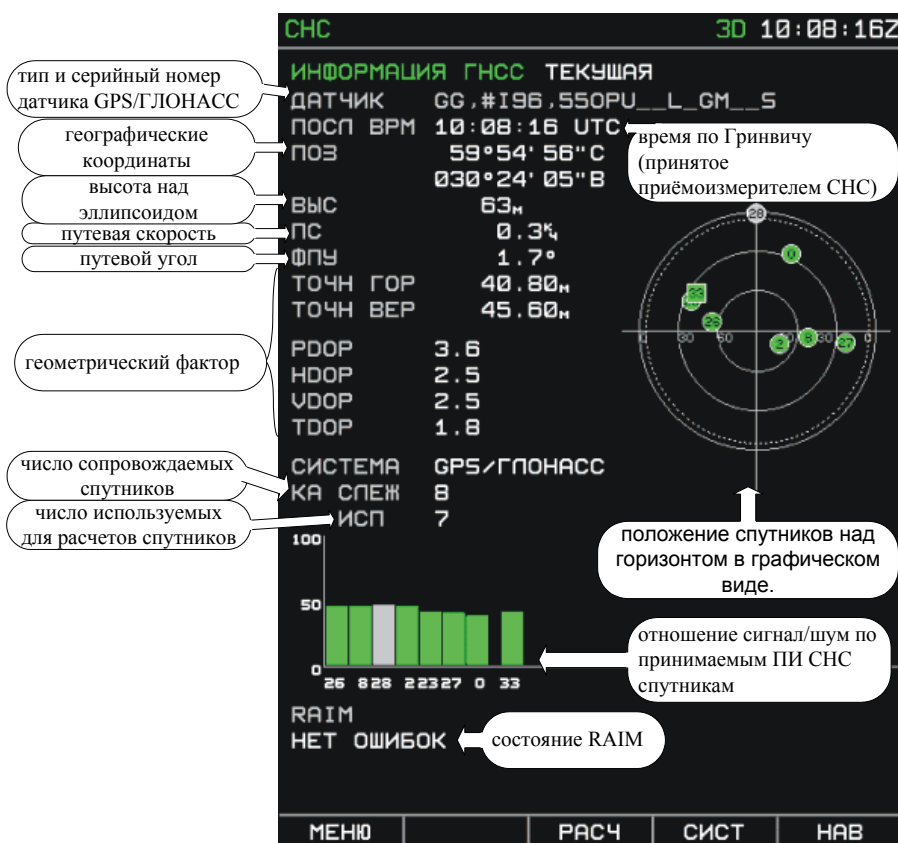

Рис. 36. Контролируемые параметры на странице СНС
2. Перейти на страницу **СНС**, для чего нажать кнопку **СНС**. Проконтролировать работоспособность встроенной спутниковой навигационной системы (Рис. 36):